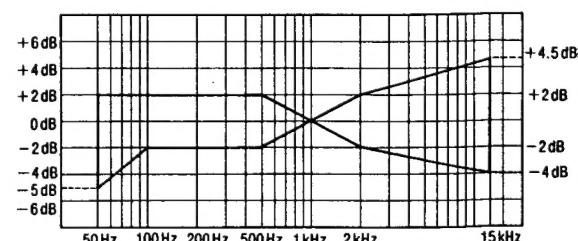

Abb. 10
8. Achten Sie darauf, daß sich der Frequenzpegel in dem in Abb. 10 aufgezeigten Bereich befindet.